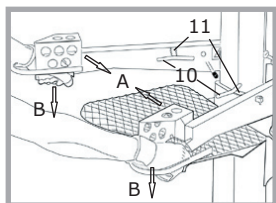

Abb. 8
Um das Holz beim Spaltvorgang festzuhalten, sind an beiden Betätigungsarmen Holzklammungen (10) angebracht (siehe Abb. 8).
Die Holzklammung passt sich durch die angebrachte Druckfeder (11) stufenlos an jede Größe der Holzstämme an (siehe Abb. 8).
Stellen Sie das zu spaltende Holz auf den Spalttisch und drücken Sie beide Betätigungsarme nach innen (A) (siehe Abb.8). Dadurch wird das Holz fixiert.
Holzstämmen mit einer Länge bis 550 mm können zum Spalten auf den Einhängetisch gestellt werden und in einem Arbeitsgang durchgespalten werden (siehe Abb. 8).